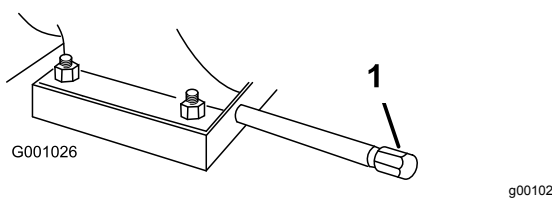

Figura 41
1. Pulite l'area attorno al tappo di spurgo dell'olio (Figura 41).